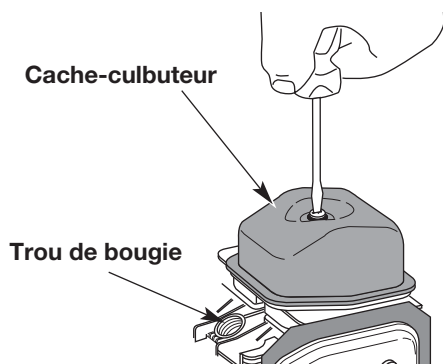

Fig. 53
7. Nettoyez toute saleté autour du cache-culbuteur. Retirez la vis retenant le cache-culbuteur à l'aide d'un tournevis à lame plate large ou à mèche no. T-25 Torx (Fig. 53). Enlevez le cache-culbuteur et le joint.
- Le piston est au sommet de sa course lorsqu'on regarde par le trou de la bougie (Fig. 53)